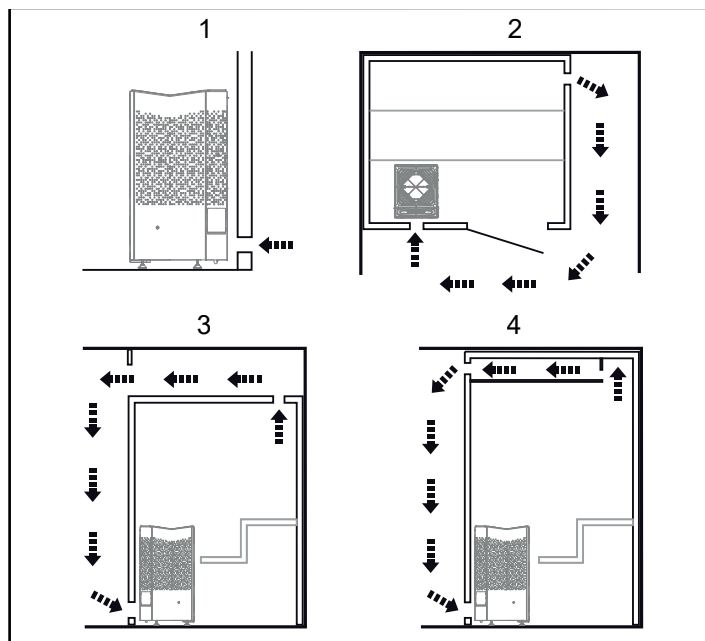

Abbildung 6: Positionierung der Be- und Entlüftungsöffnungen
- Positionieren Sie die Belüftungsöffnung (siehe Abschnitt „Positionieren der Belüftungsöffnung“, Abbildung 6).
- Positionieren Sie die Entlüftungsöffnung (siehe Abschnitt „Positionieren der Entlüftungsöffnung“, Abbildung 6).
- im größtmöglichen Abstand zur Belüftungsöffnung, also beispielsweise schräg gegenüber (siehe Abbildung 6).
- hoch oben an der Wand oder in der Decke (siehe Abbildung 6).